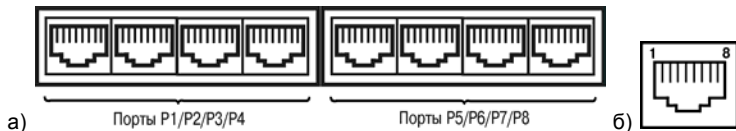

Рисунок 3.3 – Нижняя поверхность ПЛК308 с последовательными портами (а), выполненными под разъем типа RJ45 (б)
3.1.6 На нижней поверхности ПЛК308 (см. рисунок 3.3, а) расположены восемь последовательных портов, выполненные под разъем типа RJ45 (рисунок 3.3, б). Распайка контактов портов приведена в таблице 3.2.